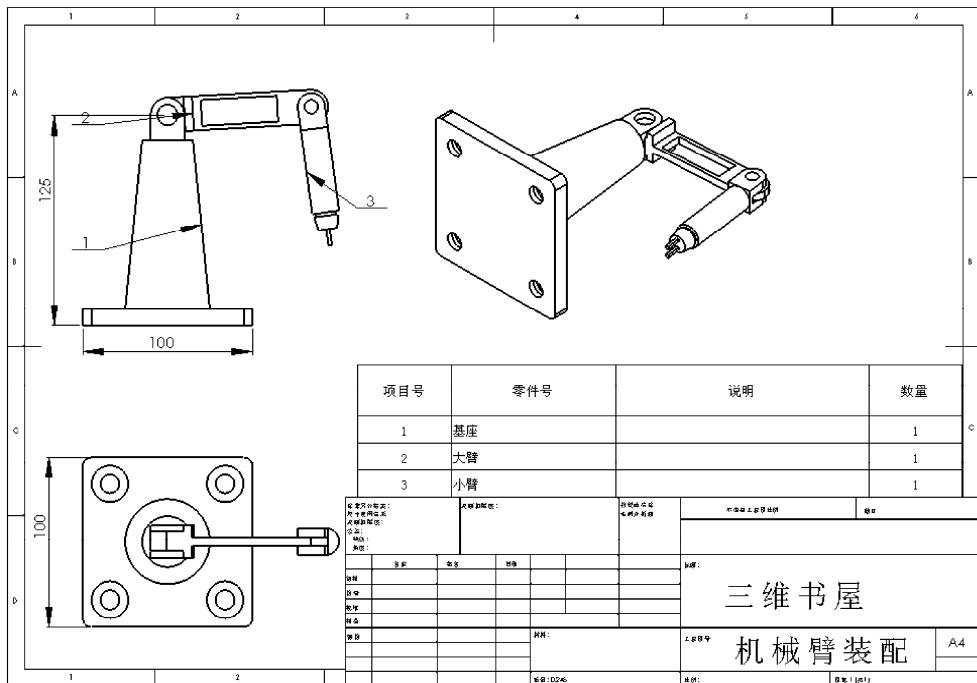

图 12-87 添加技术要求
11) 添加注释。选择菜单栏中的“插入”→“注解”→“注释”命令，或者单击“注解”工具栏上的（注释）按钮，或者单击“注解”控制面板中的（注释）按钮，为工程图添加注释，如图 12-87 所示。此工程图即绘制完成。